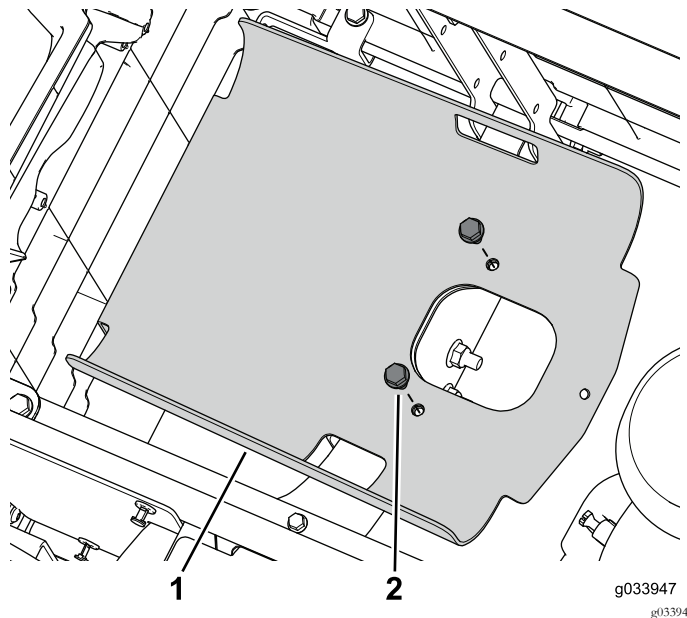

図 2
5. タンクトレイをフレームに固定しているフランジボルト2本を取り外す 図 2。